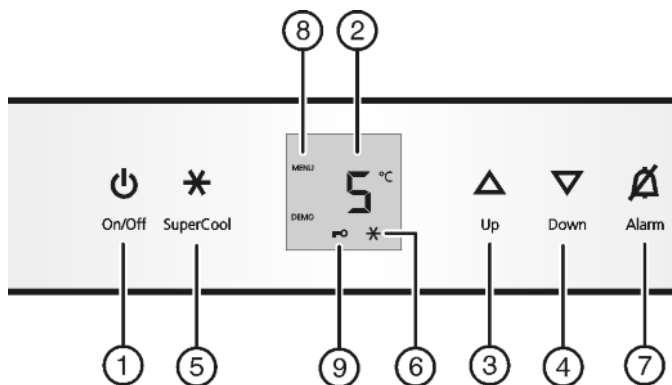

Fig. 2
- ▶ нажмите кнопку On/Off Fig. 2 (1).
- ▶ Активация режима настройки: удерживайте кнопку SuperCool Fig. 2 (5) прибл. 5 секунд.
- ▷ Символ меню Fig. 2 (8) горит.
- ▶ Коротко нажимайте кнопку SuperCool Fig. 2 (5) для подтверждения.
- ▶ Для включения защиты от детей коротко нажмите клавишу SuperCool Fig. 2 (5).
- ▷ Символ "Защита от детей" Fig. 2 (9) горит. На индикации мигает **c**.
- ▶ Для выключения защиты от детей коротко нажмите клавишу SuperCool Fig. 2 (5).
- ▷ Символ защиты от детей Fig. 2 (9) гаснет. На индикации мигает **c**.
- ▶ Выход из режима настройки: нажмите кнопку On/Off Fig. 2 (1).
- ▶ Нажмите кнопку Alarm Fig. 2 (7).
- ▶ Установка более высокой температуры: нажмите кнопку настройки Up Fig. 2 (3).
- ▶ Установка более низкой температуры: нажмите кнопку настройки Down Fig. 2 (4).
- ▶ Коротко нажмите кнопку SuperCool Fig. 2 (5).
- ▷ На индикации горит символ SuperCool Fig. 2 (6).
- ▷ Символ SuperCool Fig. 2 (6) на индикации гаснет.